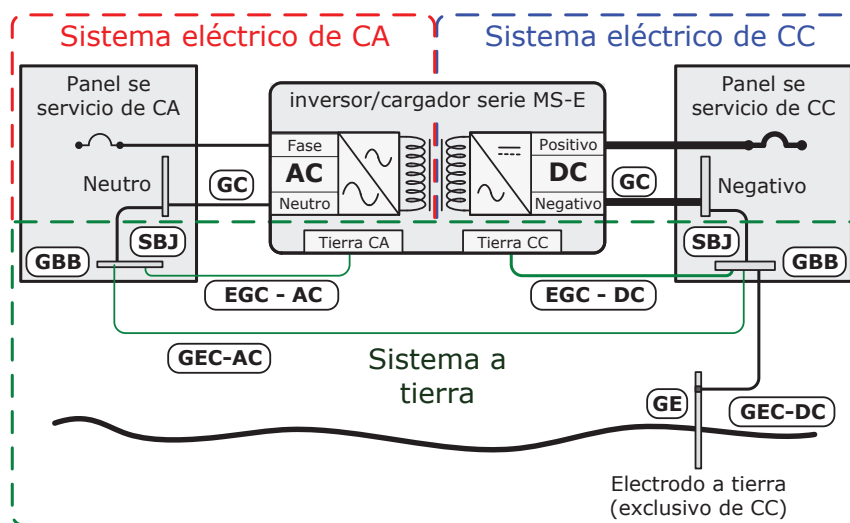

Ilustración 2-15, Conexión sencilla a la varilla a tierra de CC (Método 3)
Método 3 (Ilustración 2-15): El conductor del electrodo de puesta a tierra de CA (GEC-AC) se encuentra unido al punto de tierra de CC y el conductor del electrodo de puesta a tierra de CC (GEC-CC) es la *única conexión* al electrodo de puesta a tierra (GE), que debe ser una varilla, tubo o placa electrodo.